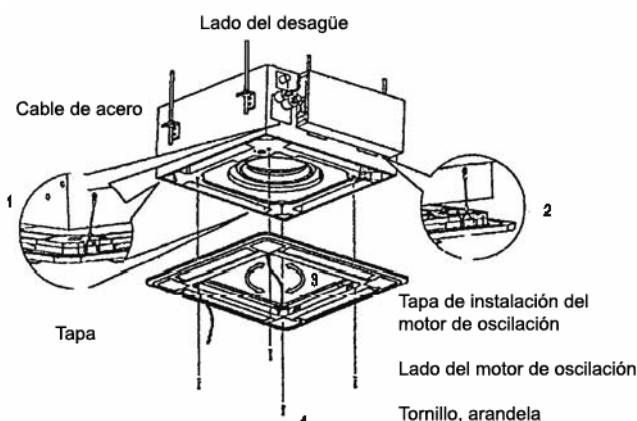

Figura 11
- Alinee correctamente el motor de oscilación del panel con el recogedor de agua del cuerpo. (Vea la figura 11)
- Cuelgue los cuatro cables fijos del cuerpo principal a la tapa de instalación y a las otras tres tapas del motor de oscilación (Vea la figura 11)
- Monte el panel en el cuerpo principal con un tornillo (M5X16) y una arandela. (Vea la figura 11)
- Ajuste ligeramente el panel en la dirección de la flecha de la figura 11 (3) para ajustar su centro al centro de la abertura del techo. Asegúrese de que los ganchos de las cuatro esquinas están bien sujetos.